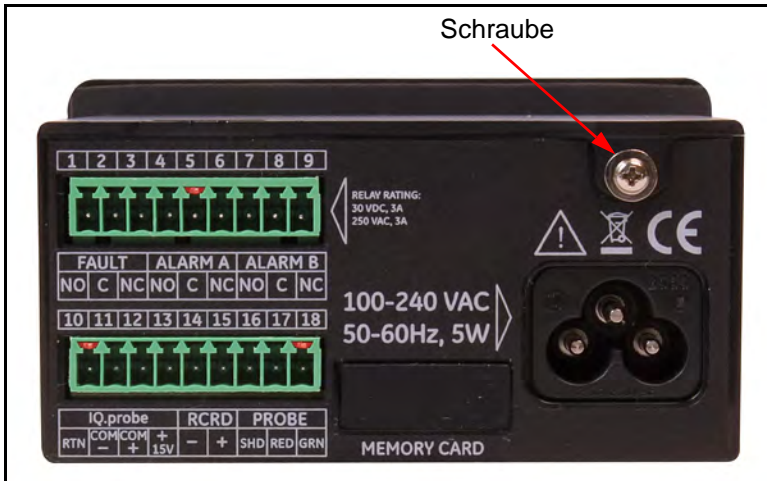

Abbildung 4: Rückwand (Abbildung zeigt Version mit Netzkabel)
2. Entfernen Sie die Schraube an der Oberseite der Rückwand (siehe *Abbildung 4 unten*).